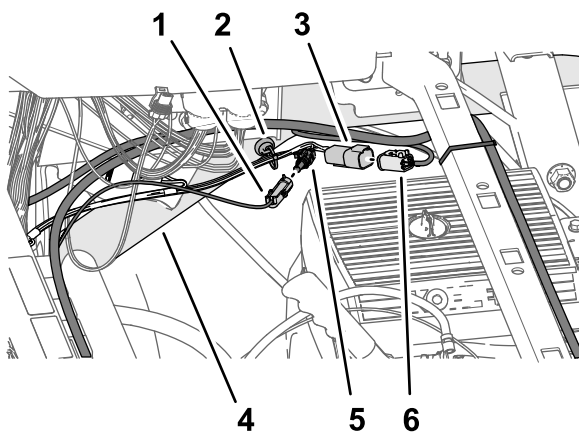

Figura 201
3. Conecte el conector de 1 pin del arnés de la batería marcado ***IMPORTANT*** ONLY CONNECT THIS WIRE TO SWITCHED 12V POWER SOURCE al conector hembra de 1 vía de la rama de 66 cm del arnés de cables del kit (Figura 201) marcado (SW'D PWR FOR GEN 2 TOPCON).
4. Conecte el conector de 4 pines de la rama de 66 cm del arnés de cables del kit marcado ASC 10 PWR & CAN FROM X30 al conector hembra de 4 vías del arnés de datos marcado CAN 2/ASC10 BUS (Figura 201).